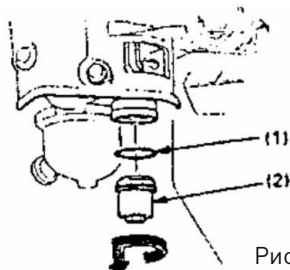

Рис. 11
Переместите топливный кран в положение «Закрыто» (OFF), открутите гайку топливного фильтра и уплотнительное кольцо. Промойте детали в растворителе, тщательно прочистите их и снова установите на прежние места. Переместите топливный кран в положение «Открыто» (ON) и убедитесь, чтобы не было утечек (см. рис.11).